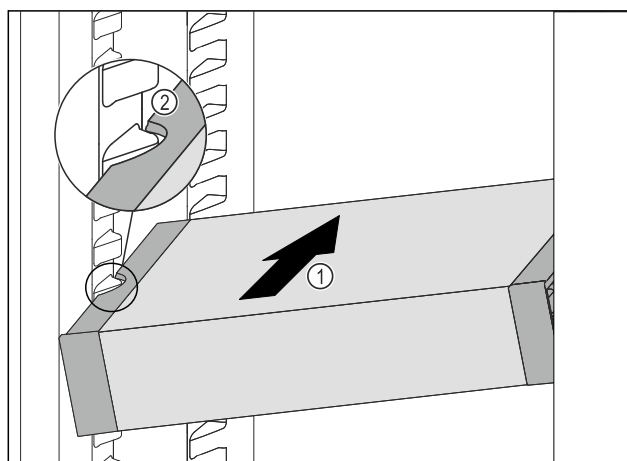

Fig. 84
- ▶ Insérer le VarioSafe en biais dans la partie réfrigérateur Fig. 84 (1) jusqu'à ce que les encoches latérales Fig. 84 (2) du VarioSafe se trouvent à la hauteur de la nervure du bac dans la partie réfrigérateur.